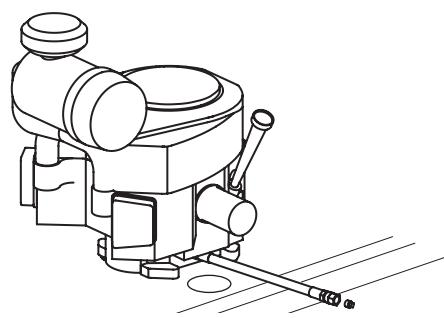

Figura 19
2. Ubique la manguera de drenaje de aceite del motor. Consulte la Figura 19.
4. Mientras sostiene el extremo libre de la manguera de drenaje de aceite sobre el recipiente de recolección de aceite, desenrosque el tapón de la manguera del extremo de la manguera. Consulte la Figura 19. Drene el aceite del motor dentro del recipiente.